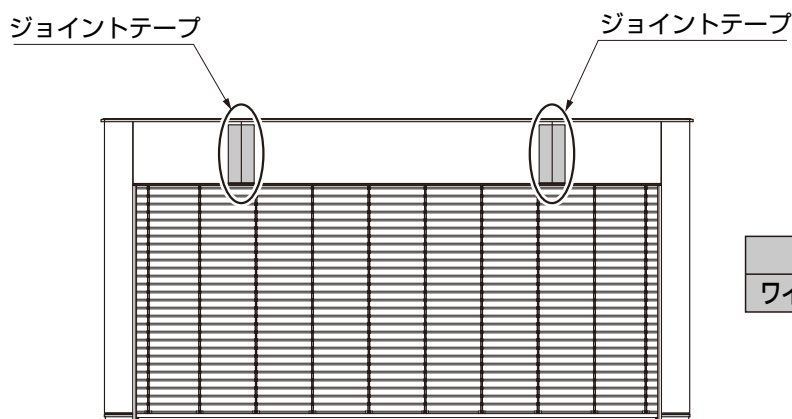

図2-5 ワイドシャッターS Cタイプ正面
- ①ワイドシャッターS Cタイプ前面パネル部は窯業系サイディング材3枚で構成されています。その接続部分(2箇所)にジョイントテープを貼付けてください。(図2-5参照)